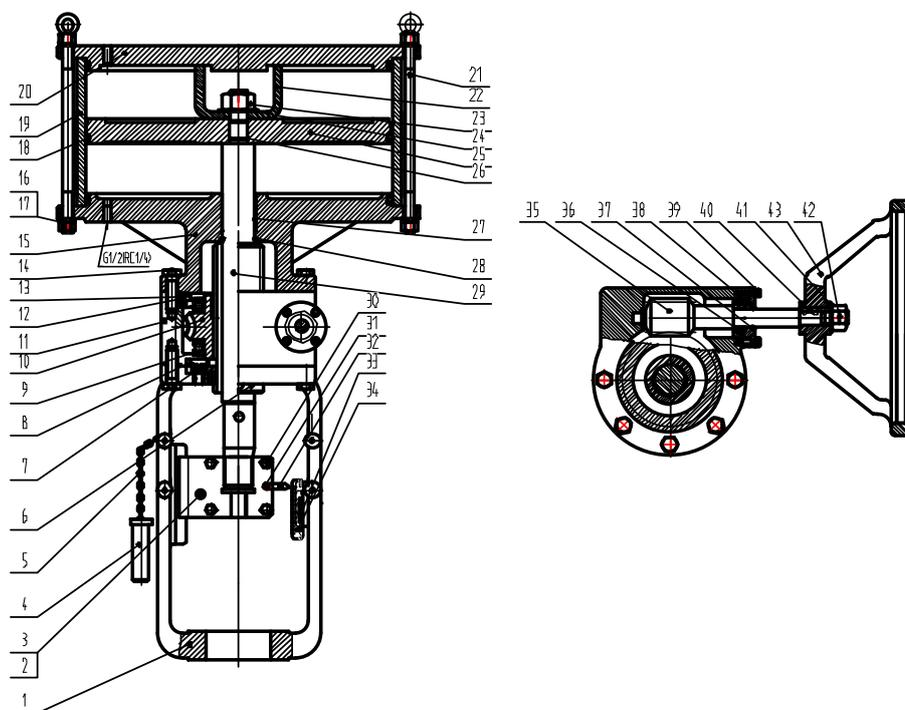

图 1-3 VP (ZSC) 双作用气缸活塞式执行机构结构图
1、结构：双作用气缸活塞式执行机构主要由上缸盖、下缸盖、蜗轮、蜗轮箱、缸体、活塞、推杆、蜗杆等零部件组成，见图 1-3 和表。